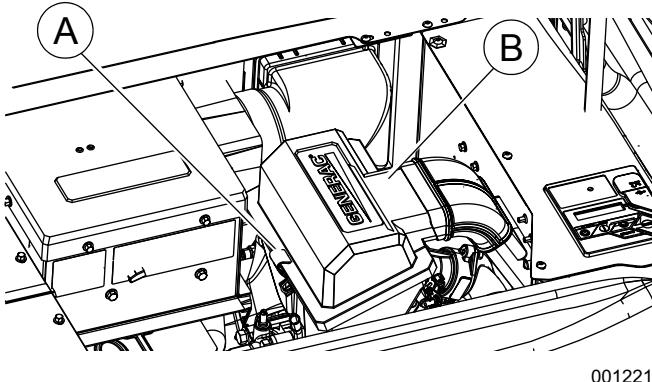

Figure 4-10. Retrait du couvercle du filtre à air
2. Voir la **Figure 4-10**. Retirez la pince du couvercle (A) et le couvercle du filtre à air (B).